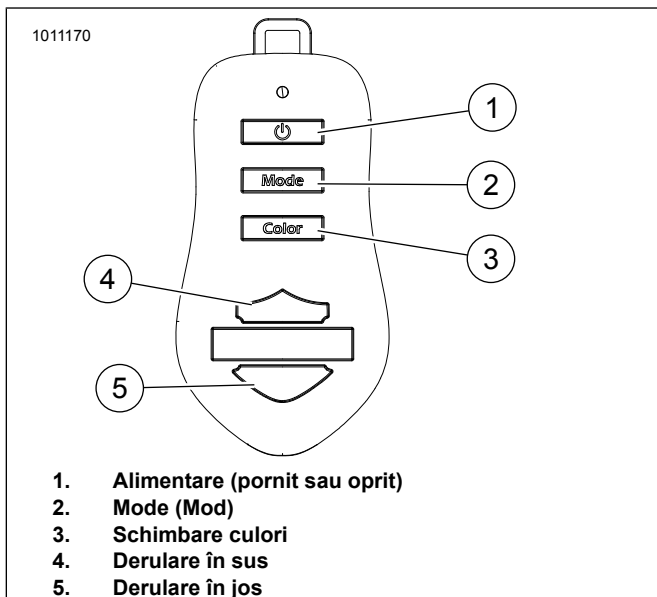

Figura 3. Cheie de securitate
2. A se vedea figura 3. Apăsăți butonul de alimentare (1) de pe fob.
1. A se vedea figura 3. Apăsăți butonul Mod (2) pentru a comuta prin cele trei moduri.
- b. Apăsăți butonul Derulați în sus (4) pentru a crește viteza treptat. Țineți apăsat pentru a crește rapid viteza.
- c. Apăsăți butonul Derulați în jos (5) pentru a crește viteza treptat. Țineți apăsat pentru a descrește rapid viteza.
1. A se vedea figura 3. Apăsăți butonul Modificare culoare (3) pentru a defila și a modifica zonele de culoare.